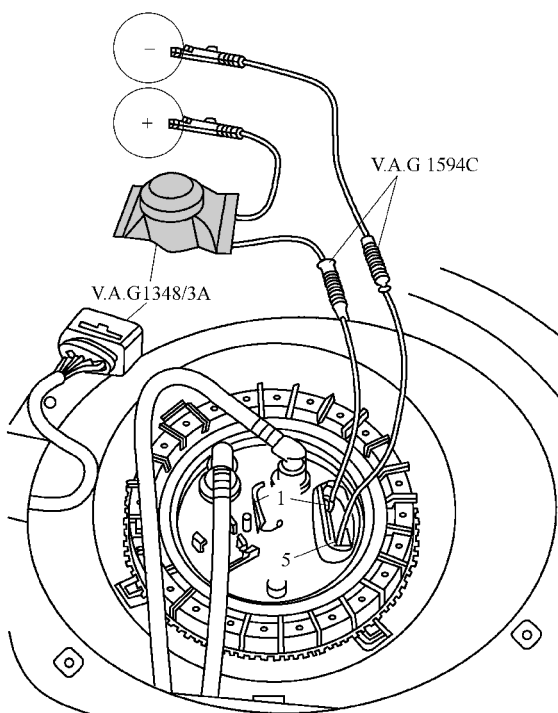

图 1-4-3 将遥控器 V. A. G1348/3A 及适配导线连接到端子 1
(3) 如图 1-4-3 所示,将遥控器 V. A. G1348/3A 及适配导线用测量辅助套件 V. A. G 1594C 中的辅助导线连接到端子 1。